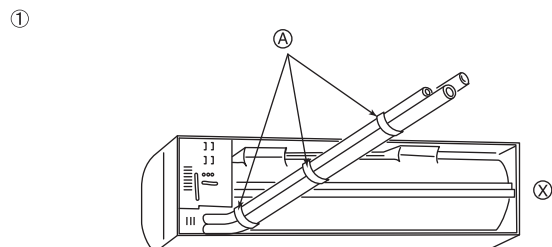
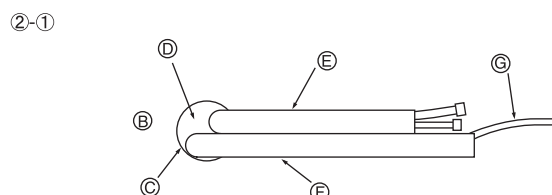

Fig. 3-4
Fig. 3-5
- (1) Tuberías trasera, derecha e inferior (Fig. 3-4)
- (A) Cinta de vinilo
- (X) Este dibujo está tomado desde la parte trasera de la unidad.
- (2) Tuberías izquierda y posterior izquierda
- (2-1) Para la tubería posterior izquierda, saque los tubos fuera del agujero para determinar la longitud correcta y acódelos. La unidad interior debe estar suspendida del soporte de fijación. (Fig. 3-5)
- (B) Pared
- (C) Agujero de la pared
- (D) Sección acodada
- (E) Tubo de refrigerante
- (F) Tubo de drenaje
- (G) Cable de transmisión